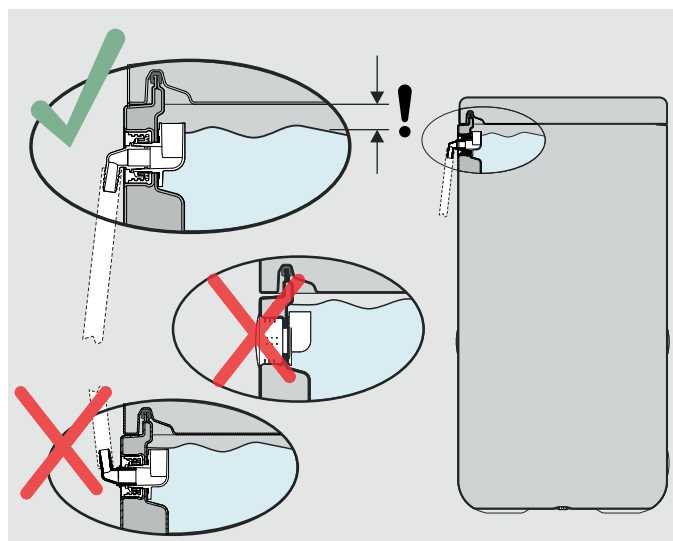

Fig. 2-6 Montaggio del tubo flessibile di scarico sul troppopieno di sicurezza
- Collegare il tubo di scarico con il pezzo di raccordo per il troppopieno di sicurezza (v. fig. 2-6 e illustrazione panoramica a pagina 2, pos. 23).